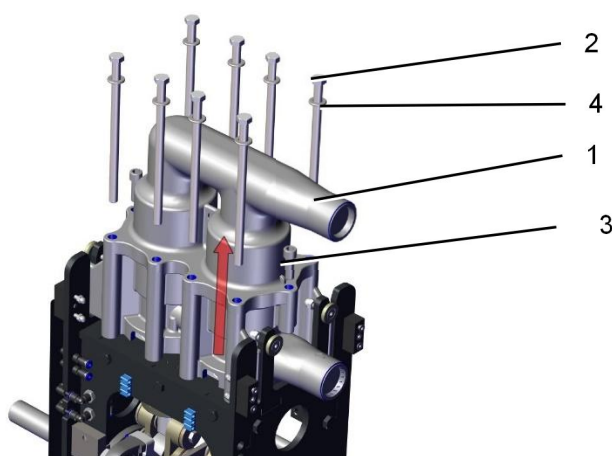

图 5-2：缸盖的拆卸
- 用一把 19 mm 的环形扳手将八个 M12x220 六角螺栓 (2) 和垫圈 (4) 全部拆下。
- 用一把 10 mm 的内六角扳手将两个 M12x35 圆柱头螺栓 (3) 拆下。
- 沿箭头所示方向将缸盖 (1) 向上取下 (图 5-2：缸盖的拆卸)。